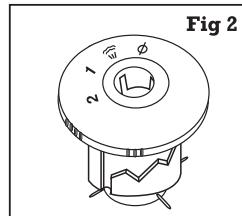

Fig 2
- Avant de fermer le récipient, vérifier toujours que la soupape de fonctionnement (Figure 2) et la soupape de sécurité (Figure 3) soient propres.